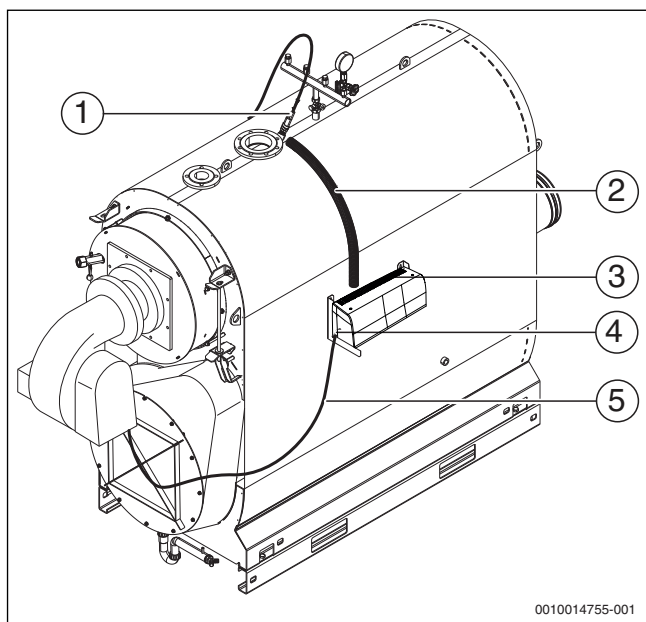

Рис. 23 Монтаж кабеля горелки
Датчики предохранительного ограничителя температуры (STB) и регулятора температуры (TR) должны устанавливаться на месте монтажа оборудования на верхней стороне котла (→ рис. 23, стр. 26).
Точка замера находится сверху на корпусе котла (→ рис. 23, [1], стр. 26).